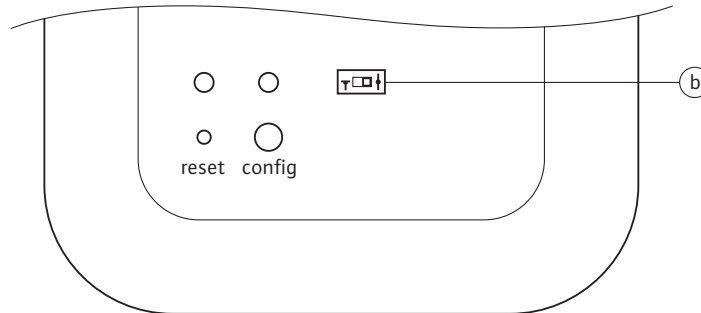

Fig.19-1b: Terminierungsschalter Geniax Ambient Sensor
- Ambient Sensor terminieren gem. Fig. 19-1b, falls der Sensor letzter Busteilnehmer des Bussystems oder einer Bus-Linie ist.
Der Geniax Ambient Sensor verfügt einen Bus-Abschlusswiderstand von 120 Ω . Dieser kann über den Terminierungsschalter (b) (Fig. 19-1b) aktiviert werden.